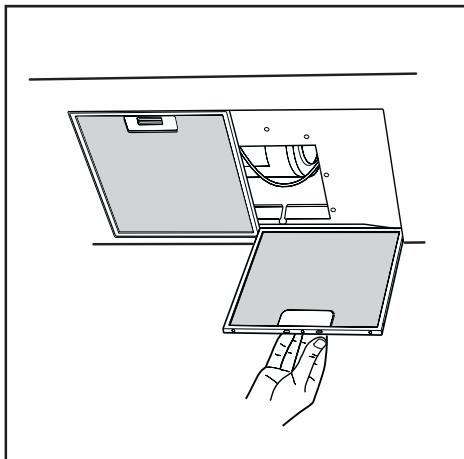

Fig.7
- La distanza minima fra la superficie di supporto dei recipienti di cottura sul dispositivo di cottura e la parte più bassa della cappa da cucina deve essere di almeno 65 cm. Se dovesse essere usato un tubo di connessione composto di due o più parti, la parte superiore deve essere all'esterno di quella inferiore. Non collegare lo scarico della cappa ad un condotto in cui circoli aria calda o utilizzato per evacuare fumi degli apparecchi alimentati da un'energia diversa da quella elettrica. Prima di procedere alle operazioni di montaggio, per una più facile manovrabilità dell'apparecchio disinserire i filtro/i antigrasso (Fig.7).
I filtri al carbone attivo devono essere applicati al gruppo aspirante posto all'interno della cappa (Fig.7).